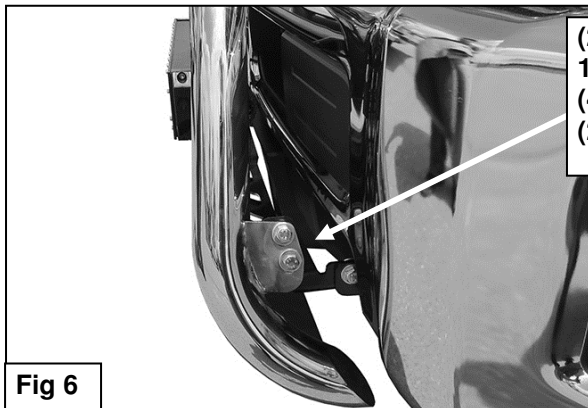

Fig 6
(2) Écrous avec bague frein en nylon de 10 mm
7. Avec l'aide d'une autre personne, positionner l'ensemble pare-buffle sur le côté extérieur des supports de fixation. Fixer le pare-buffle aux supports en utilisant les (4) boulons à tête hexagonale de 10 mm x 30 mm, les (8) rondelles plates de 10 mm et les (4) écrous avec bague frein en nylon de 10 mm fournis (**Figure 6**). Ne pas serrer complètement pour l'instant.